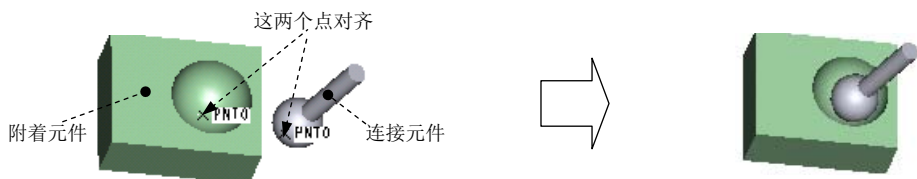

图 13.2.6 球 (Ball) 接头
球接头如图 13.2.6 所示, 球接头的连接元件在约束点上可以向任何方向转动。球接头只需一个点对齐约束。球接头提供三个旋转自由度, 没有平移自由度。
Step3. 创建球接头。在操控板的约束集列表选取  **球** 选项；单击 **放置** 按钮，然后选取图 13.2.6 中的两个点为“点对齐”约束的参考。